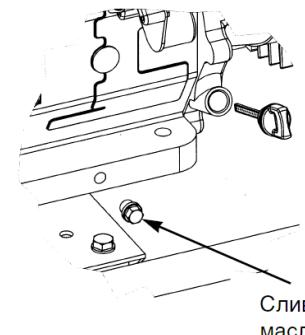
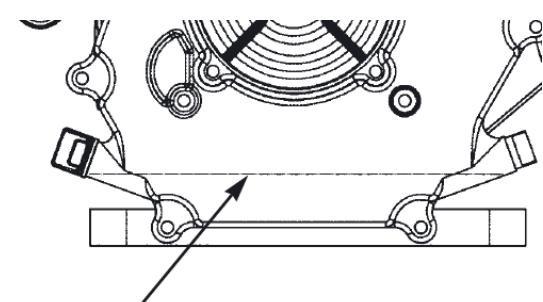

Рис. 5.
Рис. 6.
9.2.1. Вывинтить шуп-пробку поз. 24 (рис. 1) из горловины картера, см. также рис. 5. Опустить в горловину сухой, чистый шуп и вытащить его - край смоченной маслом области должен располагаться между отметками минимального и максимального допустимого уровней.
9.2.2. Залить в горловину масло до нижнего края заливного отверстия (рис. 6). Проверить уровень масла в соответствии с 9.2.1.
9.6.1. На прогретом до рабочей температуры двигателе вывинтить пробку для слива масла поз. 23 (рис. 1), см. также рис. 5., поместив под сливным отверстием вспомогательную емкость. После прекращения истечения масла установить пробку на штатное место и затянуть. Залить масло в горловину, удалив шуп поз. 24 (рис. 1), см. также рис. 6, до нижнего края заливного отверстия (рис. 6). Проверить уровень в соответствии с п. 9.2.